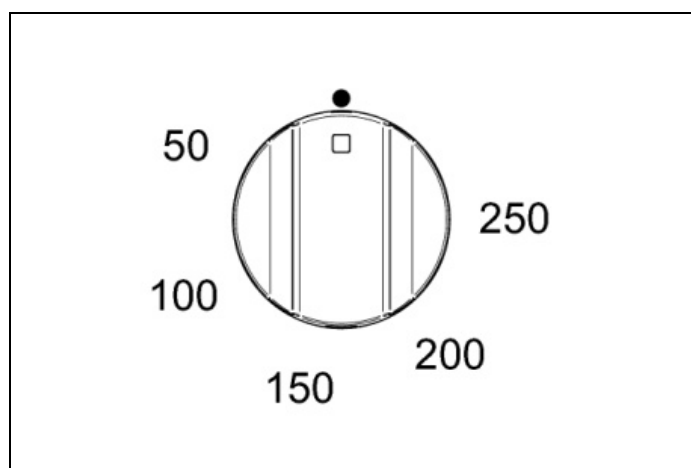
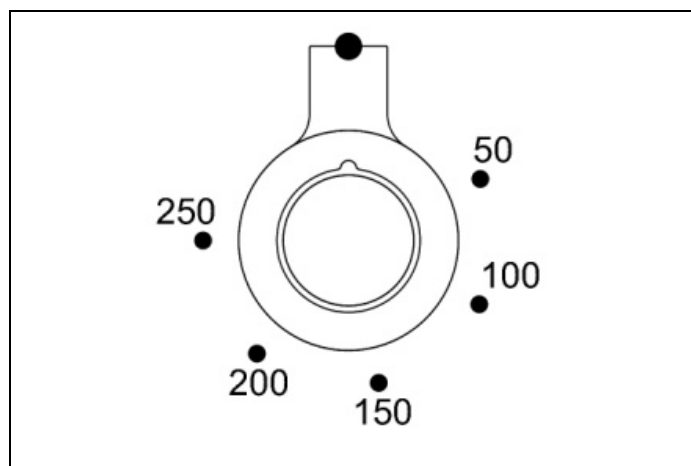
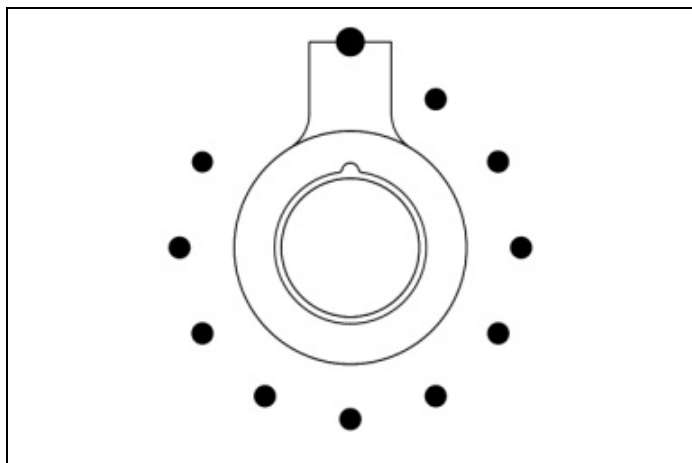

Fig. 27
Fig. 28
Fig. 29
- 2) Ruotare la manopola della temperatura (Fig. 27 - Fig. 28 e Fig. 29 solo per modello PRO T) in senso orario per selezionare la temperatura desiderata. La luce arancione si spegne una volta che il forno ha raggiunto la temperatura scelta ed è pronto per l'uso. È normale che questa luce si spenga e si accenda durante la cottura così che gli elementi mantengano costante la temperatura (il funzionamento del forno è indicato dal display del programmatore solo per la versione PRO T).